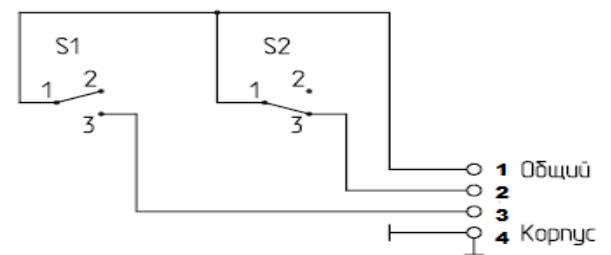

Рис. 3
3.1 Подключение электрической цепи к прибору производится четырехжильным кабелем согласно таблице подсоединения (см. рис.3).